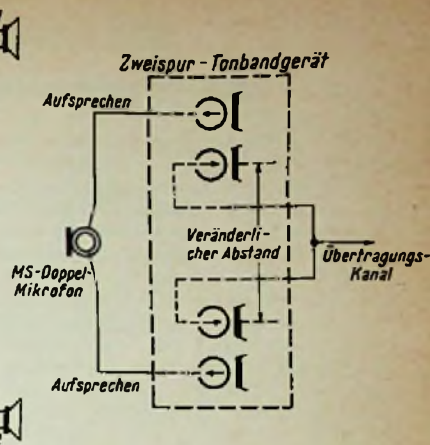

Bild 7. MS-Doppelmikrofon mit nachgeschaltetem Zweispur-Tonbandgerät als Laufzeitglied
F. Enkel und seine Mitarbeiter entwickelten ein Zweispur-Magnetongerät (Bild 7), dessen Wiedergabeköpfe gegeneinander verschiebbar sind. Es ist gelungen, brauchbare Tonbänder zu bespielen, die sowohl die vollendete Einkanal-Aufnahme enthalten, als auch die Stereo-Aufnahme, diese wegen der gleichzeitig fixierten Pilotfrequenzen.